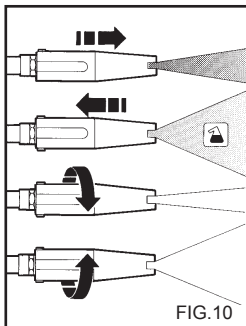

FIG.10
EMPLOI DE LA BUSE REGULABLE MULTIREG (fig. 10)
2) Actionner le nettoyeur haute pression, ouvrir le robinet de détergent (s'il est présent), activer la commande d'aspiration de détergent présente sur la lance (fig. 10) et répandre la solution sur la surface à laver en procédant de bas en haut. Laisser agir quelques minutes.